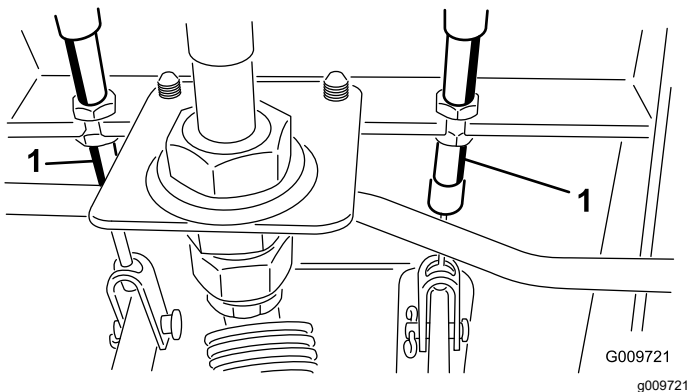

Рисунок 117
- А. Отпустите переднюю гайку на резьбовом конце троса тормоза (Рисунок 117).